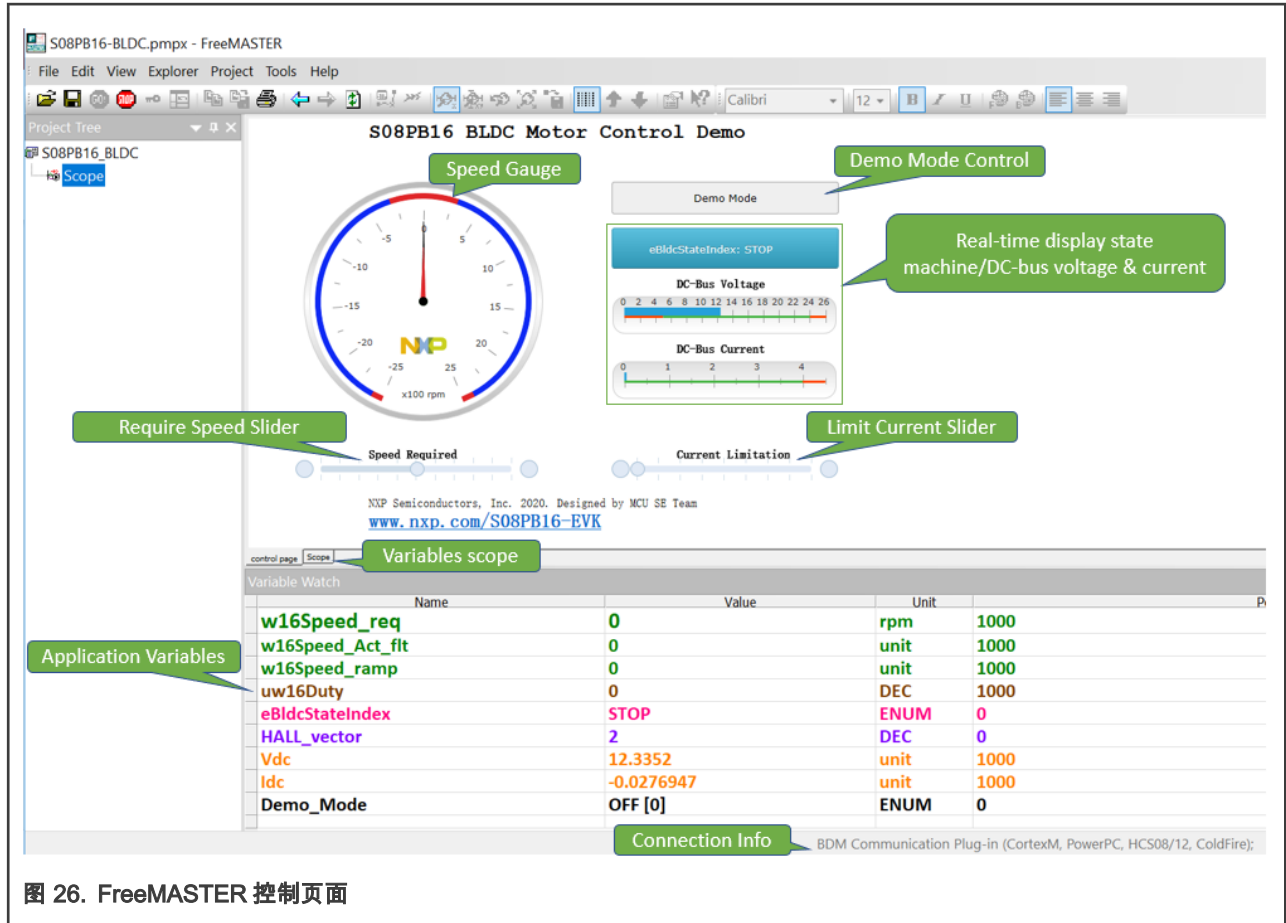

图 26. FreeMASTER 控制页面
- FreeMASTER 控制页面如 图 26 所示，可用于速度控制，demo 模式控制，限流值的调整以及速度/直流母线电流/直流母线电压/状态机/变量的实时监测。